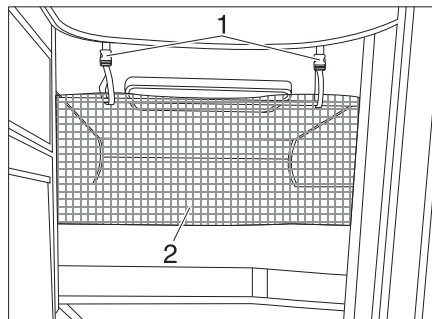

Fig. 163 Red de seguridad
La red de seguridad (Fig. 163, 2) viene de serie entre el colchón y el somier. Tender la red de seguridad cuando la persona ya se encuentre en la cama.
- Engatillar las cintas de sujeción (Fig. 163, 1) en los soportes en el techo.